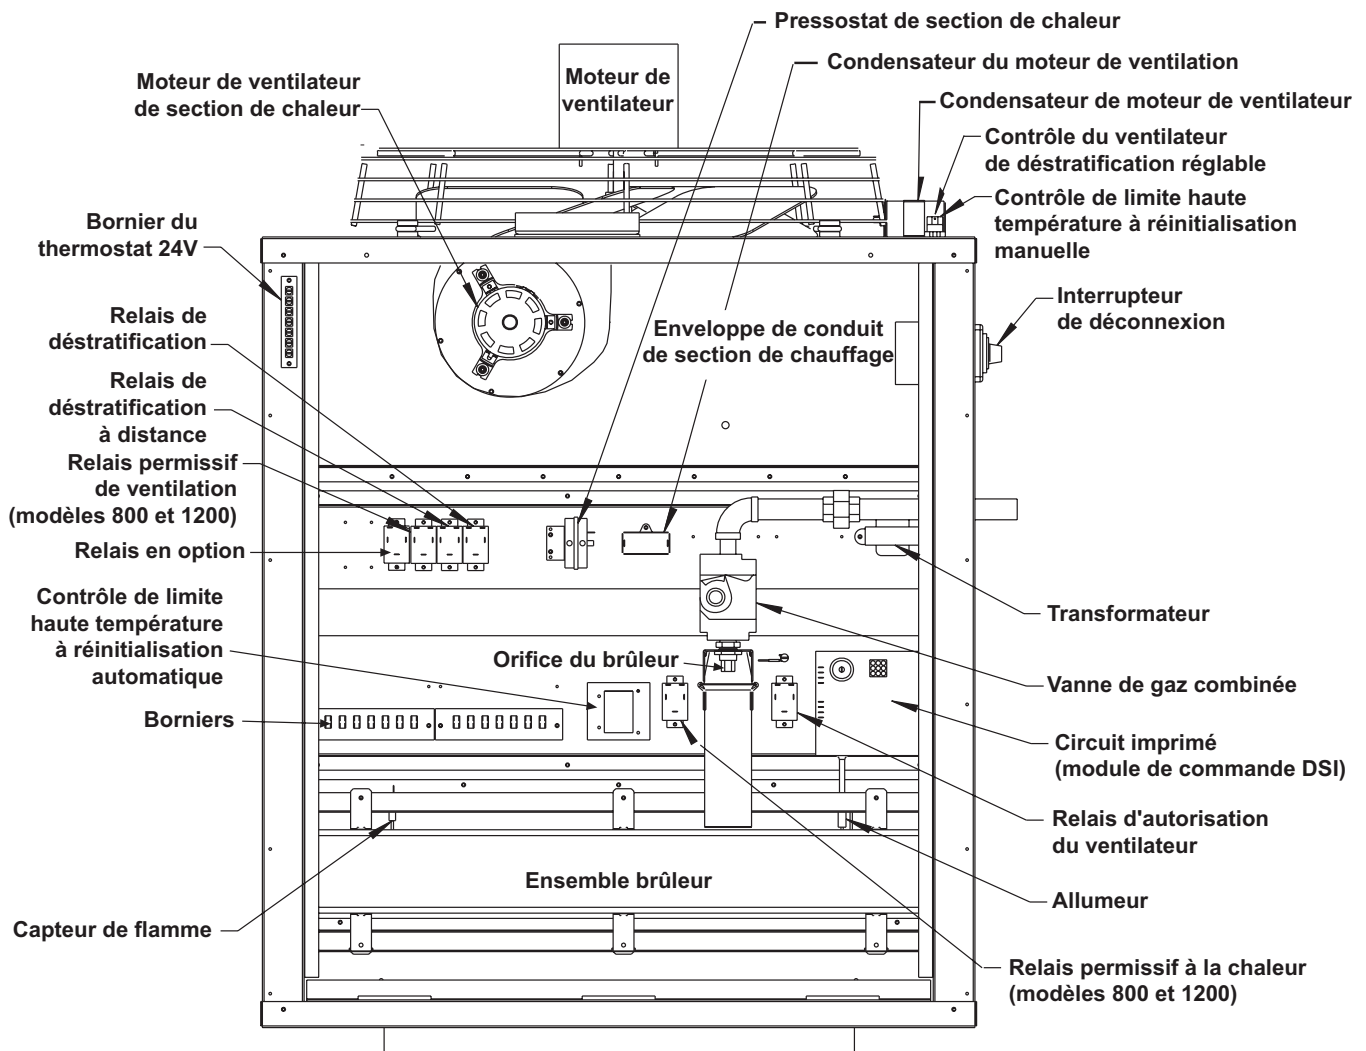

Figure 1. Emplacement des composants (typique)
3. Remplacer l'orifice du brûleur (voir Figure 1) :